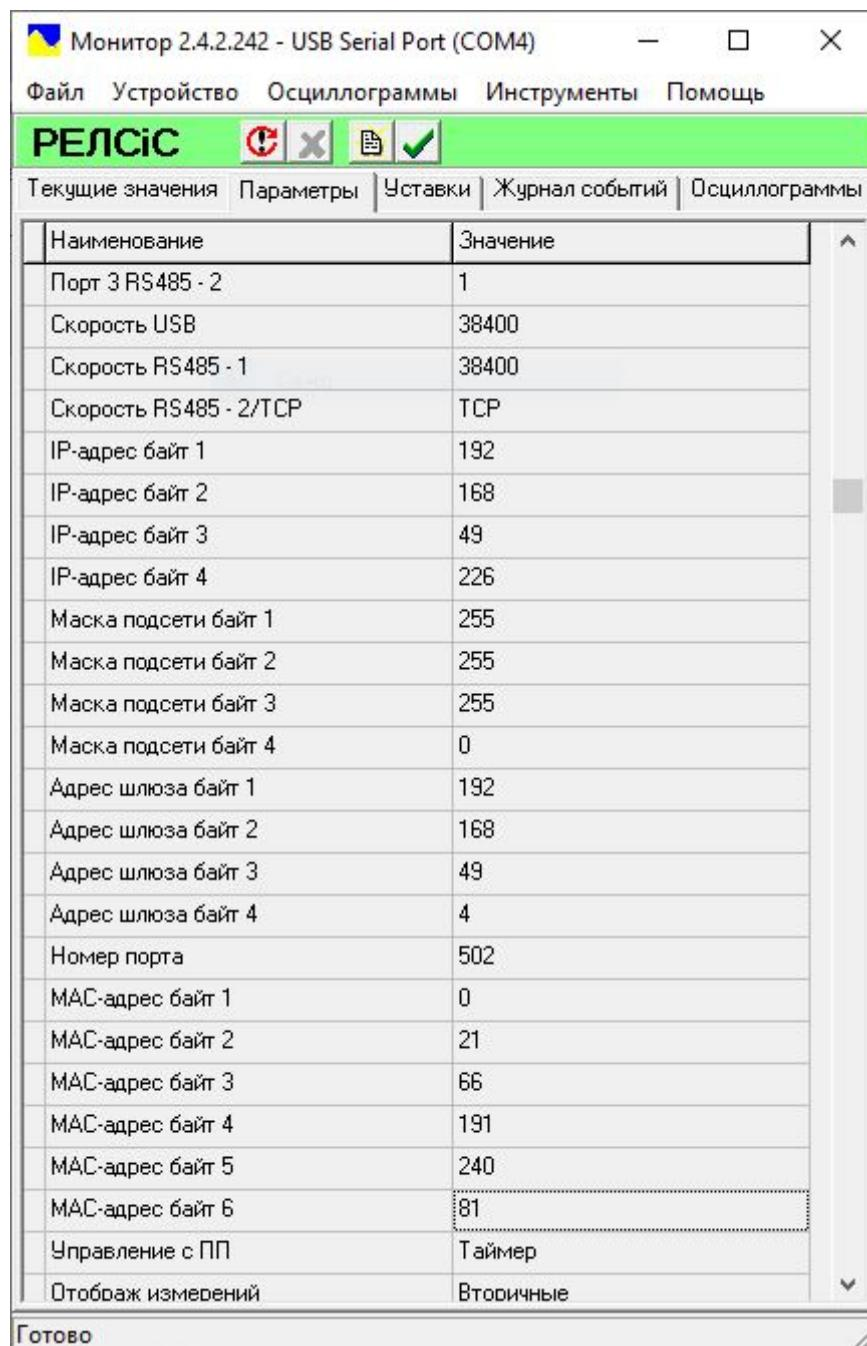

Рисунок 16 – Заводські налаштування мережової карти РЗЛ-05М2Х-У(В), РЗЛ-05М3Х-У(В)
5.5.5.5 Конфігурація (зміна налаштувань) мережової картки РЗЛ-05М2Х-У(В), РЗЛ-05М3Х-У(В) здійснюється за допомогою програмного забезпечення Монітор-2. В закладці «Параметри» (рисунок 16) проводиться налаштування мережової карти пристрою.
За допомогою пункту «Редагувати параметри, уставки» у меню «Файл» або кнопки (рисунок 16) дозволяємо редагувати налаштування мережової карти. Змінююмо налаштування та здійснюємо запис нових налаштувань у пристрій РЗЛ-05М2Х-У(В), РЗЛ-05М3Х-У(В) за допомогою пункту «Записати в устройство» у меню «Файл» або кнопки (рисунок 17).